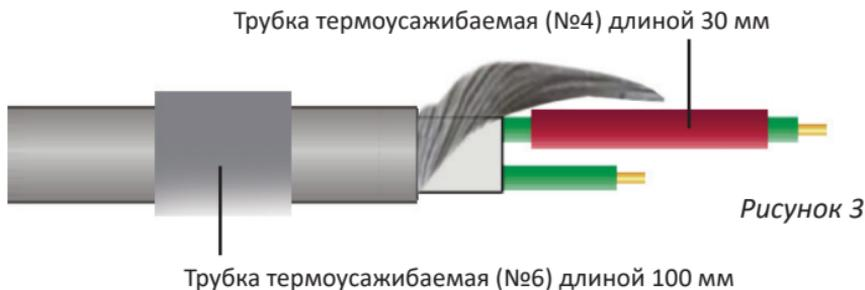

Рисунок 3
5.7. На один конец нагревательного кабеля надеть термоусаживаемую трубку (**№6**) (L=100 мм) (рисунок 3); на другой конец – термоусаживаемую трубку (**№8**) (L=220 мм), термоусаживаемую трубку (**№7**) (L=190 мм), (рисунок 3а).
Рисунок 3а
5.8. На изолированные токопроводящие жилы обоих концов нагревательных кабелей, длиной 45 мм надеть термоусаживаемые трубки (**№4**) (L=30 мм) и сдвинуть их к оболочкам нагревательных кабелей (рисунок 3, 3а).